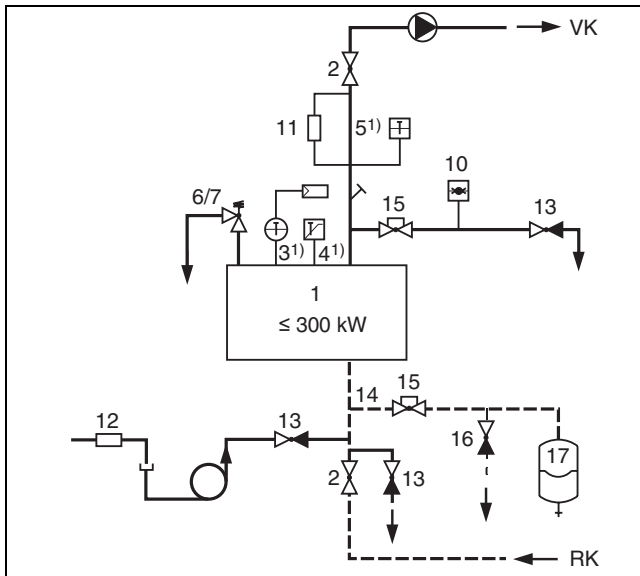

Рис. 49 Приборы безопасности по DIN EN 12828 для котла = 300 кВт с STB ≤ 110 °С (прямое отопление)
Пояснения к рис. 49 и 50:
1) (рис. 49 и 50) базовая комплектация системы управления котла Buderus: максимально достигаемая температура подающей линии в сочетании с системами управления Logamatic примерно на 18 К ниже температуры отключения (STB).